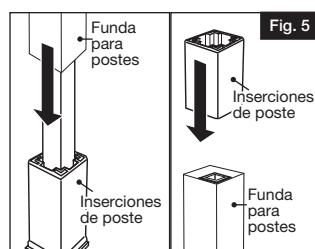

Fig. 5
- b. Deslice la funda de vinilo del poste sobre la inserción del mismo (Fig. 5).
- c. Deslice la segunda inserción de poste por la parte superior de la funda de vinilo del poste, por encima del poste de acero (Fig. 5).
Deslice la funda de vinilo cortada sobre el poste estructural y las inserciones de poste (Fig. 5).